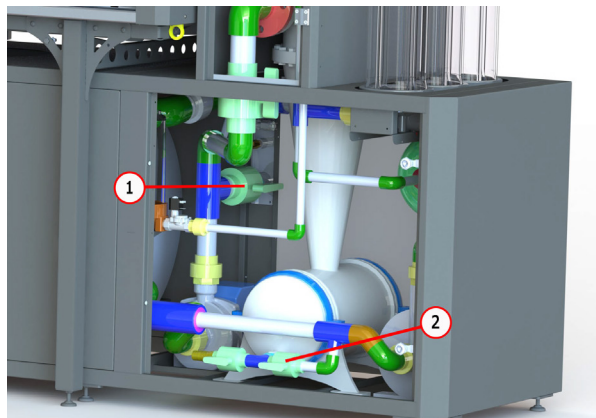

Рисунок 49
2. Откройте краны 1 и 2 см. рис. 49.
5. Закройте краны 1 и 2 рис. 49